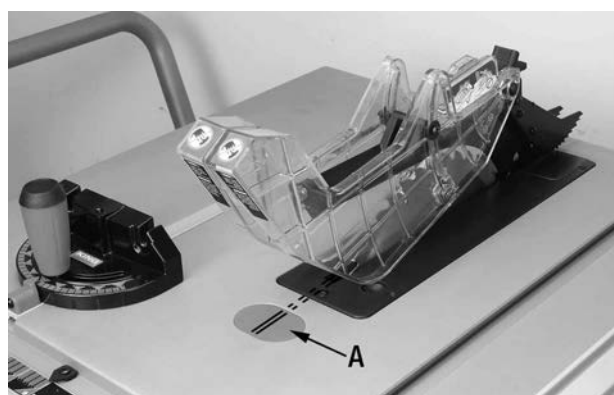

FIGURE 24
Un insertion à surface inscriptible (A) Fig.24 située en face de la lame de scie est prévu pour le marquage de l'emplacement de la lame de scie (largeur de coupe) sur la pièce à travailler.
3. Éteindre la scie, une fois que la lame s'arrête complètement, reculez le guide à onglets jusqu'à ce que la pièce de travail fraîchement coupée est par-dessus l'insertion à surface inscriptible (A) Fig.24.